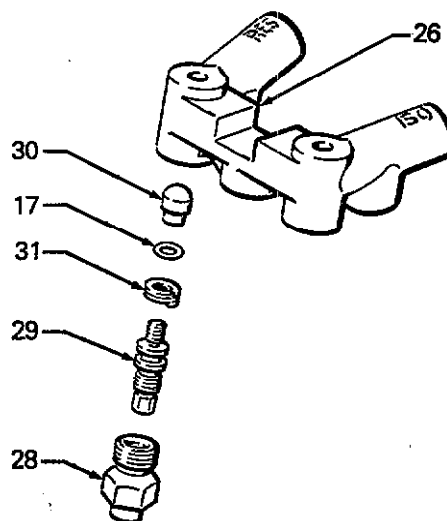

Fig 21
4. Con un vástago recurvado, liberar la arandela (31). Ver Fig. 21.
5. Retirar la válvula (30) haciéndola girar en sentido de las manecillas del reloj. Ver Fig.21.
6. Si es necesario, remojar el cuerpo de la válvula (28) en el solvente par despegar el producto acumulado.
7. Instalar la arandela (31) en el vástago y enroscar este último en el cuerpo de la válvula para posicionar la arandela. Desenroscar el vástago.
8. Instalar la junta tórica (17) en el vástago. Ver Fig. 21.